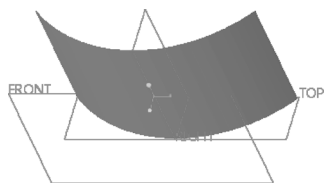

图 5-107 原始曲面
1) 单击（打开）按钮，弹出“文件打开”对话框。从随书光盘中的“CH5”文件夹中选择“bc_5_tyqx_1.prt”，单击“打开”按钮。该文件中存在的原始曲面如图 5-107 所示。